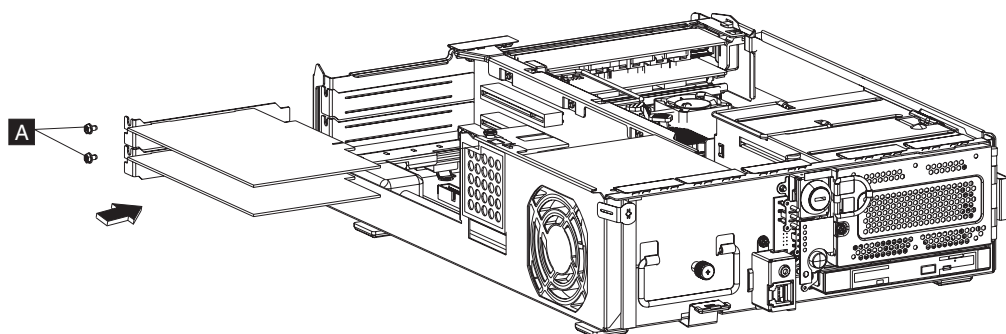

图 29. 卸下功能部件卡
2. 找到所有已安装的功能部件卡以及相应的固定螺丝（图 29 中的 **A**）。将螺丝卸下并向外拉出以卸下功能部件卡。